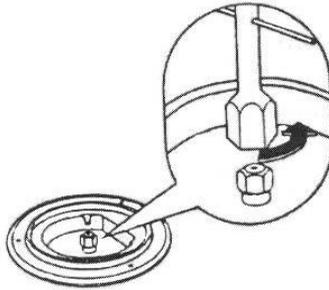

Рис. 6 Замена сопла горелки рабочего стола с помощью ключа 7 мм
- Используя торцевой трубчатый ключ размером 7 мм заменить сопла согласно Табл.1 (Рис. 6).